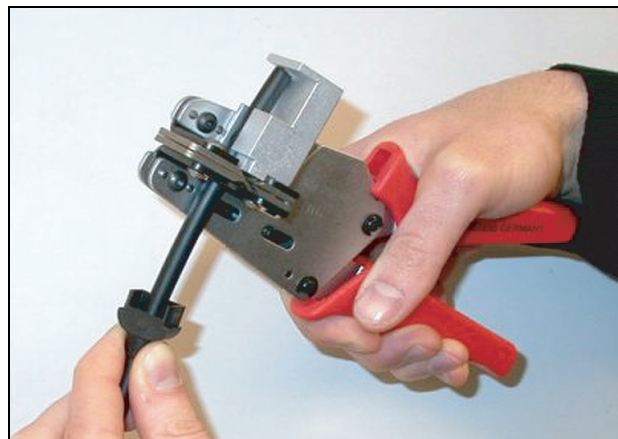

figura 30.7: Spelatura del cavo
- 5 Utilizzando la pinza spelafili (utensile 5), togliere la guaina esterna del cavo spingendo quest'ultimo fino allo stop meccanico (vedere figura 30.7).